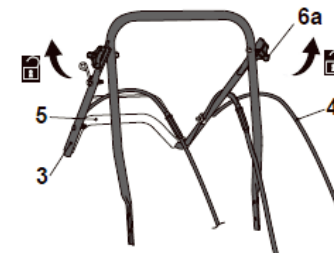

Fig. 2
2. Vérifier que les leviers (6a) sont libérés, puis déplier la poignée supérieure (3) et la poignée inférieure (5) (Fig. 2).